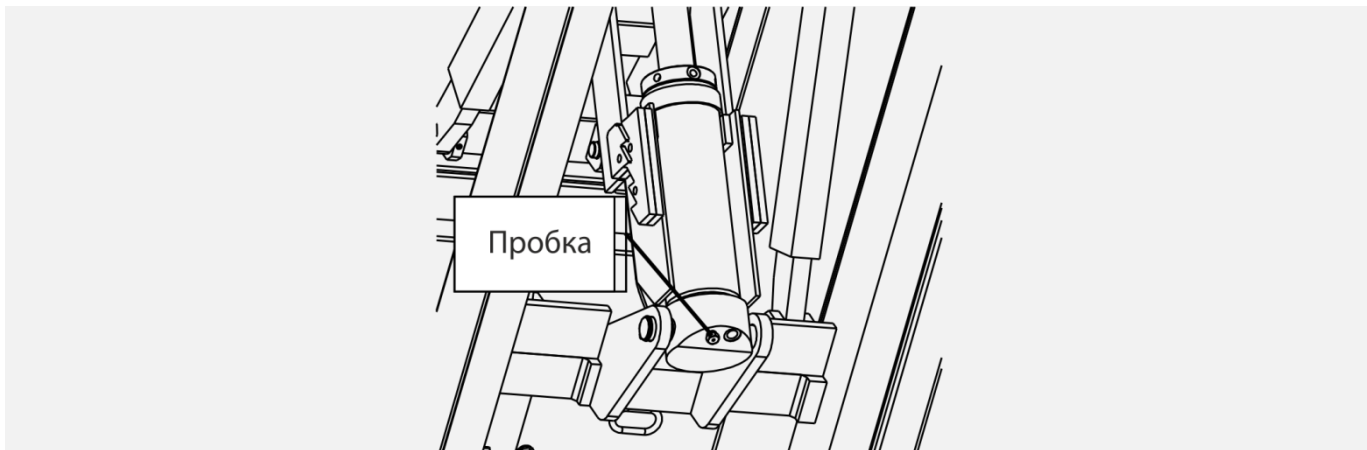

Рисунок 22
- Ослабьте пробку (рис. 22) на цилиндре, чтобы спустить воздух;